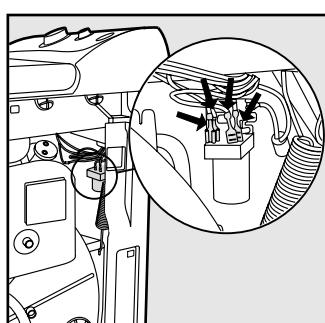

Рис. 4
4. Отсоедините плоскогубцами проводки от подавителя радиопомех (рис. 4) в следующем порядке: голубой=N, затем коричневый=L, заземляющий провод должен быть снят последним.